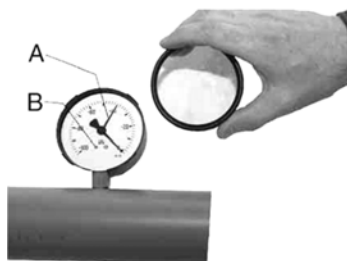

Рисунок 1.41 – Регулировка вакуумметра:
- Снять защитное стекло (рис. 1.41).